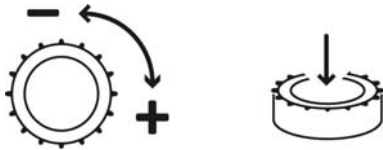

Fig. 11: Aktivering af betjeningsknappen
$n=f(AI)$ (hastighedsstyret drift– se fig. 11)
- **LCD-displayet** viser pumpernes, reguleringens og frekvensomformers driftstilstande. Menuvalget og parameterindstillingerne foretages med en betjeningsknop. For at ændre værdier eller at scrolle gennem et menuniveau skal knappen drejes, for at vælge og bekræfte skal der trykkes på den (fig. 11).